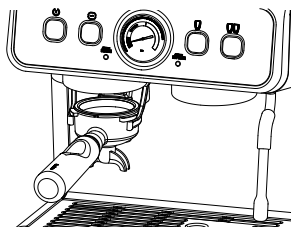

Fig. 6
3. Como se muestra en la fig. 6, coloca el portafiltro (12) con el filtro para una taza (13) o el filtro para dos tazas (14) en la salida del molinillo (5).